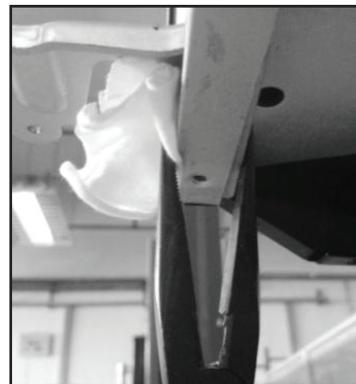

FIGURE 10
12. S'il est toujours difficile d'insérer le support, répéter l'étape 8 pour créer plus d'espace ou utiliser une longue pince bec pour fixer (s'assurer de protéger la surface avec un chiffon doux, afin d'éviter d'érafler l'avant du caisson). Voir la Figure 10.